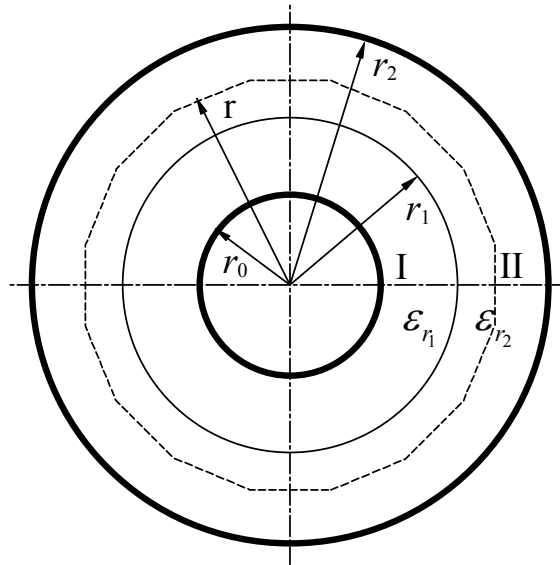

Рис. 3
2.2 Область II (рис. 3) $r_1 < r < r_2$.
Для области II (рис. 3) $r_1 < r < r_2$ получили: